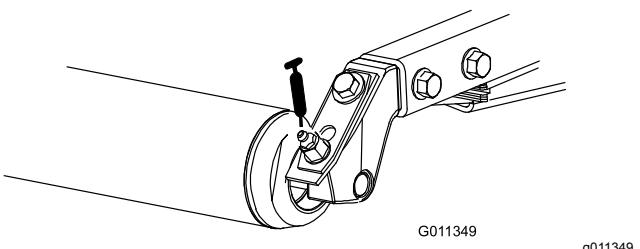

**Рисунок 48**
**Примечание:** При желании можно установить дополнительную масленку на другой торец цилиндра рулевого механизма. Снимите шину, установите масленку, заправьте ее консистентной смазкой, снимите масленку и установите пробку (Рисунок 48).